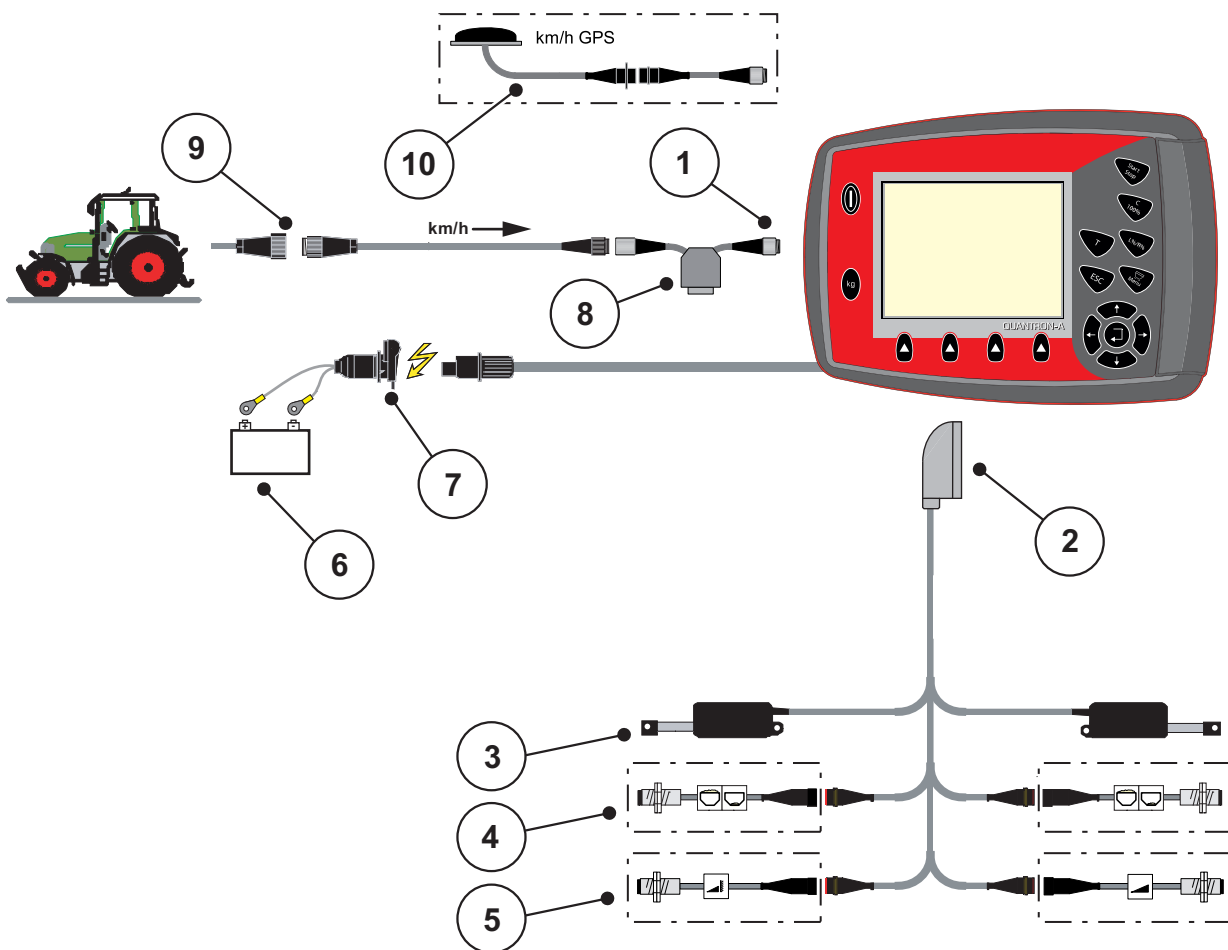
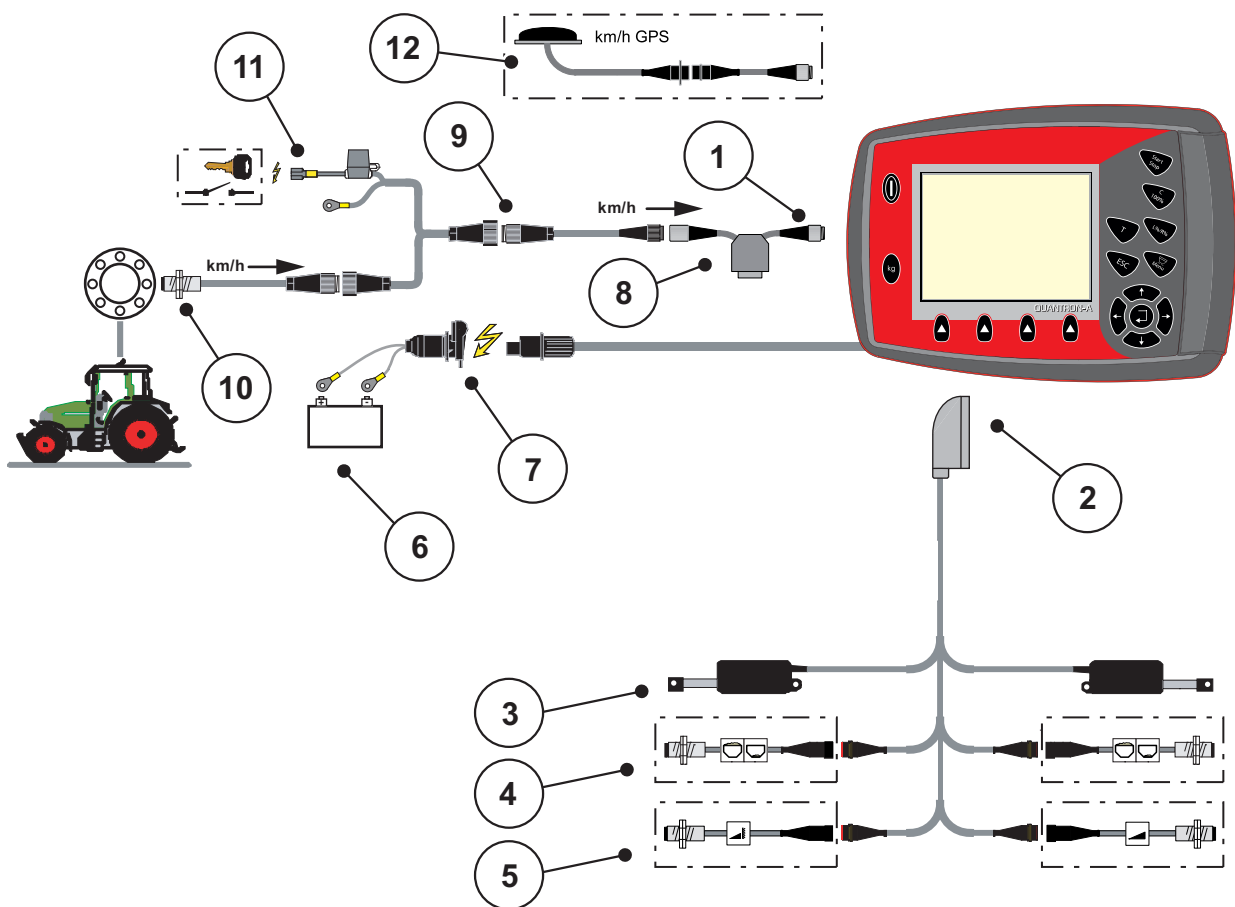

Bild 3.3: Schematisk anslutningsöversikt QUANTRON-A (standard)
Bild 3.5: Schematisk anslutningsöversikt QUANTRON-A (strömförsörjning via tändningslås)
Den 7-poliga stickanslutningen för traktorn och hastighetsgivaren finns som extrautrustning (tillval), se bild 3.3 till bild 3.5.
- Anslut manöverenheten till det 7-poliga uttaget eller till körhastighetsensorn (beroende på utrustning, se bild 3.3 till bild 3.5)